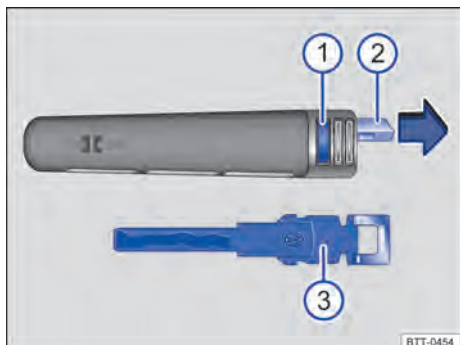

Fig. 22 Chave do veículo: pressionar o botão ① e retirar a chave de emergência ③ do ohal ②.
Na chave do veículo se encontra uma chave de emergência ⇒ Fig. 22 ③ para destravamento e travamento manual.
Na chave do veículo ⇒ Fig. 22: